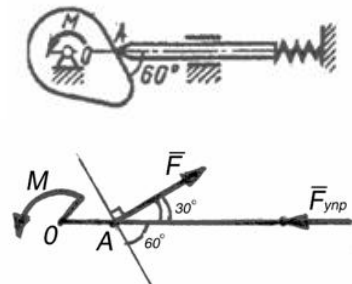

Рисунок 3.5 - Схема кулачкового механизм
3. Кулачковый механизм состоит из кулачка, равномерно вращающегося под действием момента  $M=800$  Нм, и горизонтально перемещающегося подпружиненного толкателя (рис. 3.5). Для данного положения механизма определить силу давления кулачка на толкатель, если плечо кулачка  $OA = 5$  см. Весом частей механизма, а также трением пренебречь.